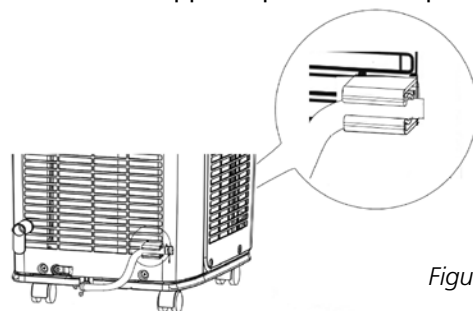

Figura 22
- 4** Se il tubo non viene utilizzato per lo scarico dell'acqua di condensa, inserire il tubo nel supporto per evitare le perdite (vedere la figura 22).